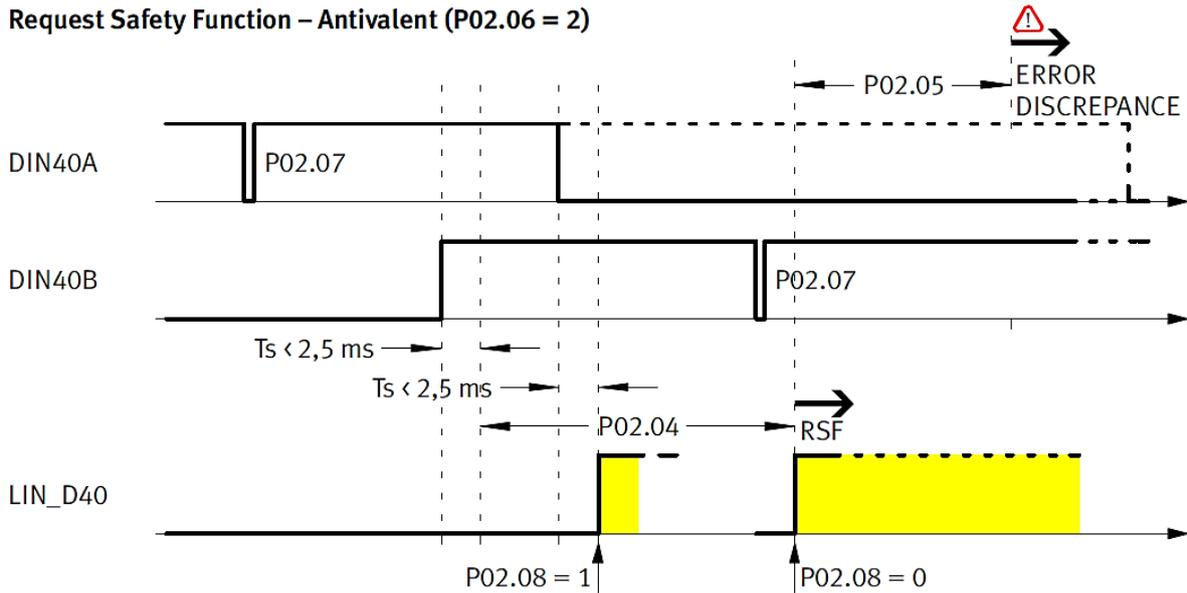

**Abbildung 10: Timingdiagramm zweikanaliger sicherer Eingang Äquivalent – Anforderung beenden (DIN40)**
Abbildung 9, Abbildung 10, Abbildung 11 und Abbildung 12 zeigen die zugehörigen Timingdiagramme eines zweikanaligen Eingangs, jeweils für Äquivalente und Antivalente Parametrierung.
**Tabelle 21: Legende zu Abbildung 9 und Abbildung 10**